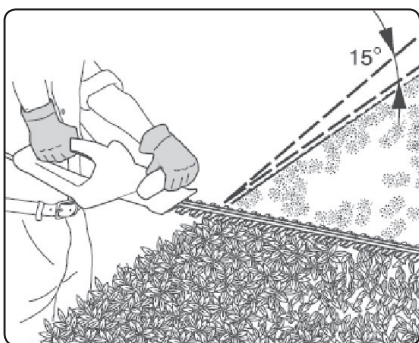

Abb. 4
- Beim Schnitt im oberen Zaunbereich führen Sie die Schere mit einer leichten Neigung gegenüber der Schneidebene. Diese Arbeitsweise ermöglicht einen mehr wirkungsvollen Schnitt, siehe Abb. 4.